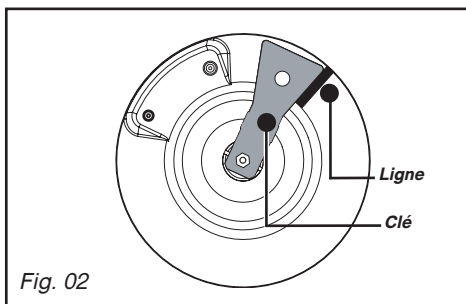

Fig. 02
– **Raccordement avec un tuyau flexible** caoutchouc renforcé **à embouts mécaniques** vissables (conforme à la norme XP D 36-112) dont la durée de vie est de 10 ans (Fig. 02).
— Tracez une ligne sur la plaque d'âtre à l'aide d'un crayon à l'endroit indiqué (Fig. 02).